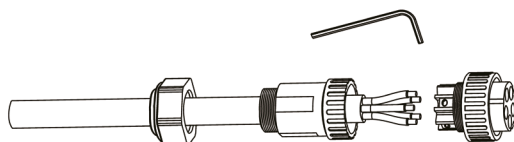

Fig. 35. Conexión del cable pelado en el terminal.
- Insertar el extremo pelado de los tres cables en el orificio correspondiente del cabezal del terminal (cable amarillo-verde al puerto PE, fase al puerto L y neutro al puerto N). Tirar del cable para verificar que está bien conectado, tal como se muestra en la Fig. 35: